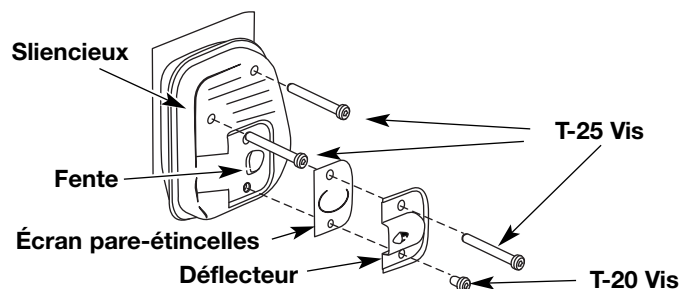

Fig. 35
- Retirez la 4 vis retenant le couvercle du pare-étincelles au silencieux à l'aide d'un tournevis à lame plate ou à mèche no. T-20 Torx (Fig. 35).